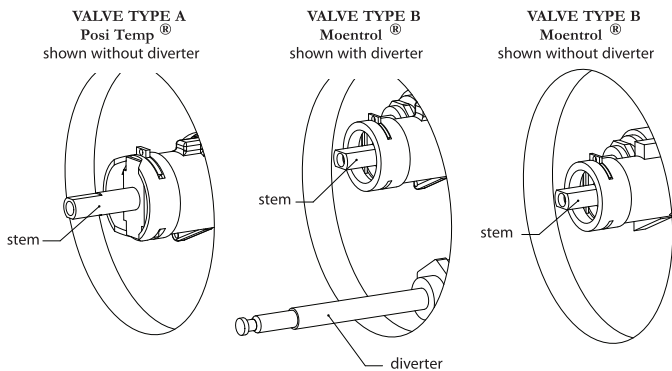
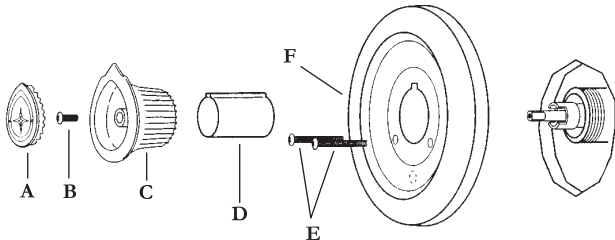

FIGURE 1
FIGURE 2
Correct Valve Identification Figure 1
If you use a diverter, Fig. 1 shows with and without diverter applications.
Removal of Old Trim Figure 2
2. Remove the index button (A) from the old handle (Fig. 2). Remove handle screw (B) and handle (C).
3. Remove faceplate screws (E) and old faceplate (F). Slide off body sleeve (D).
4. Confirm correct valve selection after removing old trim (see Fig. 1)
Si utiliza un desviador, fig. 1 muestra las aplicaciones con y sin desviador.
2. Retire el botón de índice (A) de la manija antiguo (Fig.2). Elimine el tornillo de la manija (B) y la manija (C).
3. Retire los tornillos de la placa frontal (E) y la placa frontal antigua (F). Deslice el cuerpo de la manga (D).
4. Confirme la correcta selección de la válvula después de haber eliminado las manijas viejas. (ver Fig. 1).